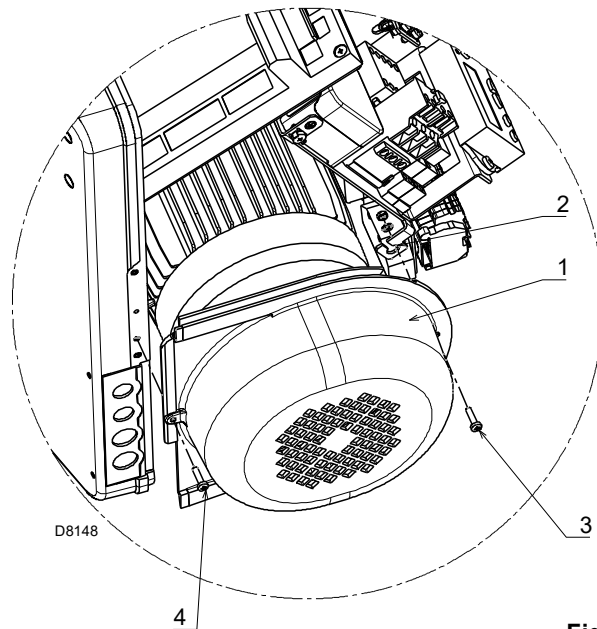

Fig. 21
- fijar la protección del motor suministrada 1)(Fig. 21), en la brida 2), utilizando los tornillos correspondientes 3) con tuerca y arandela.